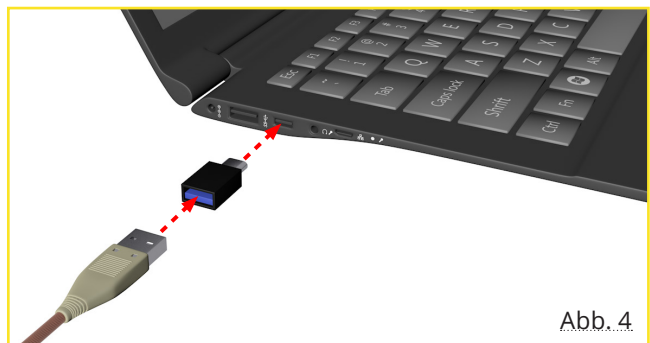

Abb. 4
3. Falls nur eine USB-C Buchse vorhanden ist, benutzen Sie den beigegefügten USB-C Adapter. **Siehe Abb. 4.**